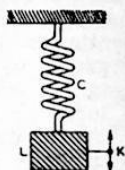

Fig. 2
Om het elektrische equivalent beter te begrijpen is het nuttig ook het mechanische equivalent te bestuderen (fig. 2). Hier is de massa (L) aangeduid als een gewicht, dat door middel van een elastisch element (C), waarvoor een spiraalveer of een elastiek kan dienen, aan een vast punt is opgehangen.